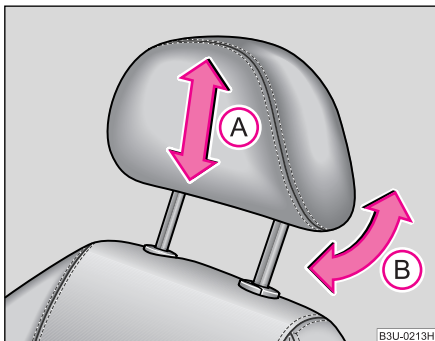

Abb. 47 Kopfstütze einstellen
- Fassen Sie die Kopfstütze seitlich mit beiden Händen an und schieben Sie die Kopfstützen in Pfeilrichtung (A) nach oben oder unten ⇒ Abb. 47. Die beste Schutzwirkung wird erreicht, wenn die Oberkante der Kopfstütze sich auf einer Höhe mit dem oberen Teil Ihres Kopfes befindet ⇒ Seite 121, Abb. 99.
- Die Stütze können Sie durch Neigen in Pfeilrichtung (B) ⇒ Abb. 47 dem Kopf anpassen. Durch das Anpassen der Kopfstütze wird der Fahrkomfort erhöht.